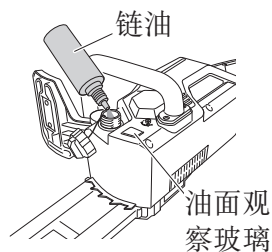

图 17
- 本机在交付时里面并无链油。在使用前，请确保油箱中加满所提供的链油。（图 17）